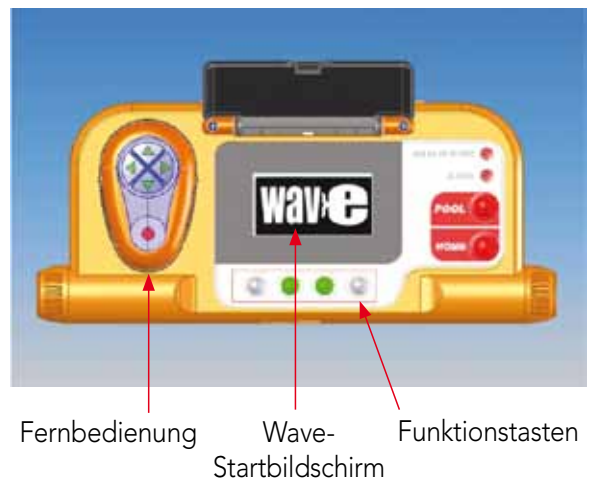

Abbildung 2: Die Dolphin Wave – MMI Konsole
- Wenn Sie in diesem Handbuch gebeten werden, auf **"Start"** zu drücken, müssen Sie gleichzeitig auf die zwei grünen Knöpfe -  - auf der MMI-Konsole drücken (siehe Abbildung 2).